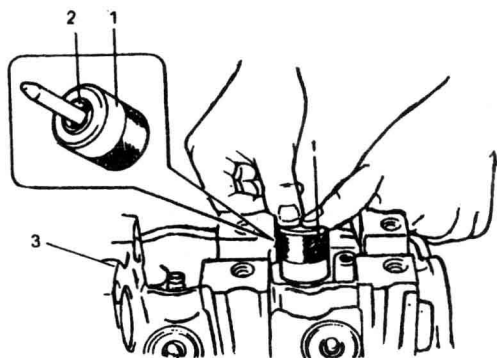

图 2-4 装气门杆油封
(1) 在压装好气门导管的气缸盖上装上气门弹簧座。
(2) 使用新的气门杆油封总成,并涂抹 QE 级 20W/40 机油;同时气门杆油封安装器轴上也涂上 QE 级 20W/40 机油。将气门杆油封套在安装器轴上,用安装器将油封装入气缸盖的座孔内,如图 2-4。
(3) 用 QE 级 20W/40 机油涂抹气门杆和气门导管壁,按配对研磨的进、排气门分别装入气门导管中。
(4) 将气门弹簧的大节距端向上,小节距向下放置到气缸盖的气门弹簧座上。
(5) 使用气门提升器及提升器附件压缩气门